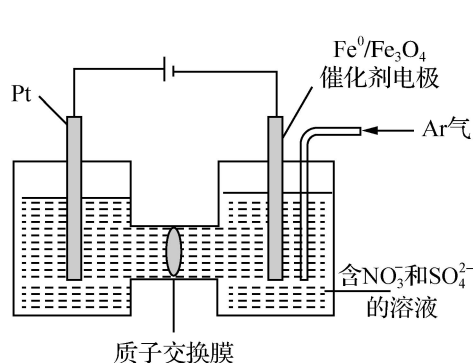
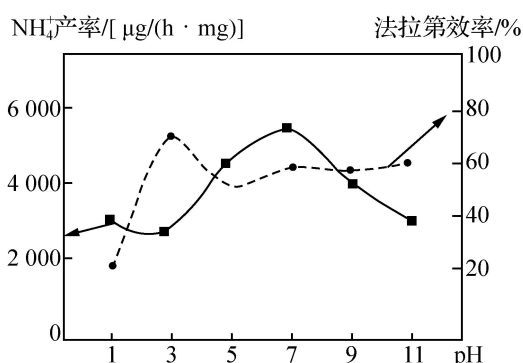

图 1
图 2
**例 3** (1) 电解含  $\text{FeSO}_4$ 、 $\text{H}_2\text{SO}_4$  的溶液可获得铁。为提高阴极的电解效率，可加入少量具有还原性的弱酸盐柠檬酸钠，其作用是\_\_\_\_\_。
(2) 实验室利用铁基催化剂进行电催化硝酸盐还原合成氨的装置如图 1。电解时， $\text{NO}_3^-$  先吸附到催化剂表面放电产生  $\text{NH}_4^+$ 。控制其他条件不变， $\text{NH}_4^+$  的产率和法拉第效率( $FE\%$ )随 pH 变化如图 2。pH 从 5 变化到 3 时， $\text{NH}_4^+$  的产率逐渐减小的原因可能为\_\_\_\_\_。